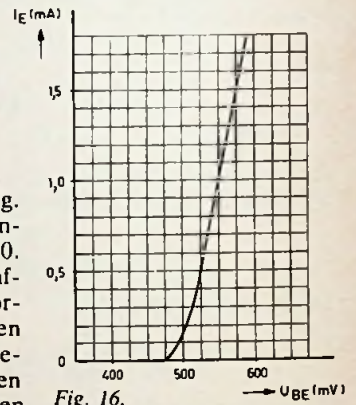

Fig. 16.
4 De schakeling van fig. 15 bevat twee identieke transistoren, waarvan $\alpha_E = 50$. De collectorstroom is onafhankelijk van de collector-emitterspanning. I is een bron die een constante gelijkstroom van 1 mA levert en die voor wisselstroom een oneindig hoge impedantie heeft. Het verband tussen de basis-emitterspanning en de emitterstroom is getekend in fig. 16.
a. Omdat de collectorstroom van de transistoren onafhankelijk is van U_{CE} , zullen in beide transistoren dezelfde gelijkstromen vloeien, ondanks het feit dat alleen in de collectorleiding van T_2 een weerstand is opgenomen. De emitterstroom van iedere transistor is dus 0,5 mA. In fig. 16 kunnen we nu bij deze waarde van I_E de steilheid van de $I_E - U_{BE}$ karakteristiek aflezen. Deze is $1 \text{ mA}/50 \text{ mV} = 1/50 \text{ A/V}$. Verandert I_E met 1 mA, dan verandert dus U_{BE} met 50 mV en, omdat $\alpha_E = 50$, verandert dan I_B met 1/51 mA. De ingangsweerstand van iedere transistor is dus $50 \times 51 = 2550 \Omega$. Omdat de stroombron voor wisselstroom een oneindig hoge impedantie heeft, is de ingangsweerstand van de gehele schakeling $2 \times 2550 \Omega = 5100 \Omega = 5,1 \text{ k}\Omega$.